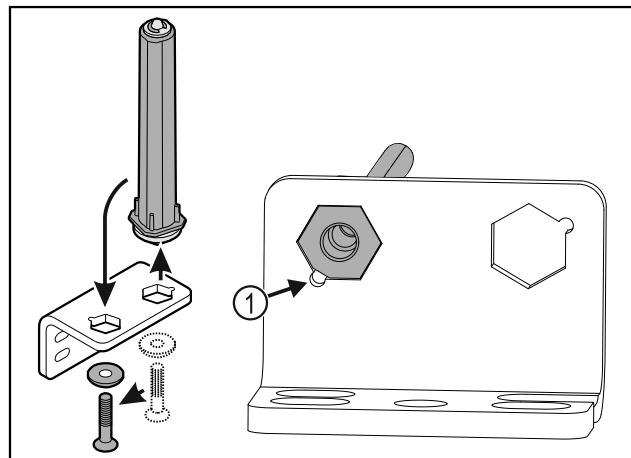

Fig. 39
► Observar que, al colocar, el bisel del perno Fig. 39 (1) apunte hacia el agujero redondo.